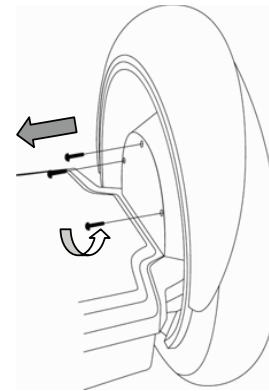

Abbildung 1. Entfernen der Getriebeabdeckung
2. Lösen Sie mit einem 4-mm-Innensechskantschlüssel die drei Befestigungen, mit denen jede Getriebeabdeckung fixiert ist, und bewahren Sie sie an einem sicheren Ort auf. Siehe **Abbildung 1**.